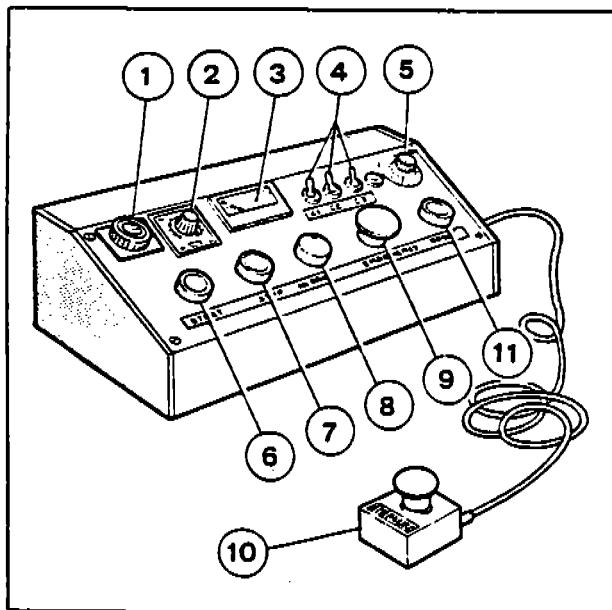

Fig. 36
- Position the control stand (Fig. 36) in the area where the operator should stand. Position also the emergency stop push button in an area easy to reach by the foot of the operator.
- a) Portare il pannello (Fig. 36) comandi in posizione tale da essere facilmente accessibile al manovratore.
a) Controllare che il pulsante (10-Fig. 36) «RESET» sia illuminato, in caso contrario, sbloccare i pulsanti (9-10-Fig. 36) «EMERGENCY» ruotandoli in senso orario, vedi freccia.
b) Premere brevemente il pulsante (8-Fig. 36) «ALLARM» per controllare se arriva tensione ai servizi (funzionerà la tromba allarme). In caso contrario vedi capitolo 4.0 - RICERCA GUASTI.
- Twist clockwise to run position the emergency push button (Fig. 36, 9-10) if locked.
- c) Controllare se il freno funziona in automatico: premere il pulsante (6-Fig. 36) «START» e prima che il convoglio si metta in movimento premere il pulsante (9-10-Fig. 36) «EMERGENCY».
Durante questa fase, premendo il pulsante (6-Fig. 36) «START» si devono aprire le gancie freno e premendo il pulsante (9-10-Fig. 36) «EMERGENCY» si devono chiudere.
Sbloccare poi il pulsante (9-10-Fig. 36) «EMERGENCY» ruotandolo in senso orario (freccia).
- Se la giostra è bloccata, sbloccare il pulsante (9-10-Fig. 36) «EMERGENCY».
- Premere il pulsante (11-Fig. 36) «RESET».
- Ruotare la manopola (5-Fig. 36) «REGOLAZIONE VELOCITA» in posizione di minimo.
- Regolare il temporizzatore di frenata (2-Fig. 36) «TF» a circa 1 secondo.
- Regolare il temporizzatore del giro (1-Fig. 36) «T» a circa 1 minuto.
- Premere il pulsante (6-Fig. 36) «START» e lasciare procedere lentamente il convoglio VUOTO fino al completamento del primo giro, portare poi la velocità al massimo ruotando la manopola regolazione velocità (5-Fig. 36).
In base alla posizione di fermata convoglio in stazione (più avanti o più indietro in riferimento alla pedana di accesso al convoglio), regolare il tempo di frenata agendo sull'apposito temporizzatore (2-Fig. 36) «TF».
**⚠** Nella regolazione del freno, tenere presente che il convoglio può andare solo in marcia avanti, pertanto regolare un tempo di frenata più lungo e poi, se necessario, far avanzare il convoglio nella giusta posizione agendo sui pulsanti (6-Fig. 36) «START» e (9-10-Fig. 36) «EMERGENCY».
- c) Regolare il tempo di frenata considerando il carico sul convoglio tramite il temporizzatore (2-Fig. 36) «TF».
- d) Regolare il tempo della corsa tramite il temporizzatore del giro (1-Fig. 36) «T».
- e) Premere il pulsante (8-Fig. 36) «ALLARM» per dare il segnale partenza.
- f) Premere il pulsante (6-Fig. 36) «START» e attendere la fermata automatica in stazione.
- a) Spegnere le luci tramite gli interruttori (4-Fig. 36).